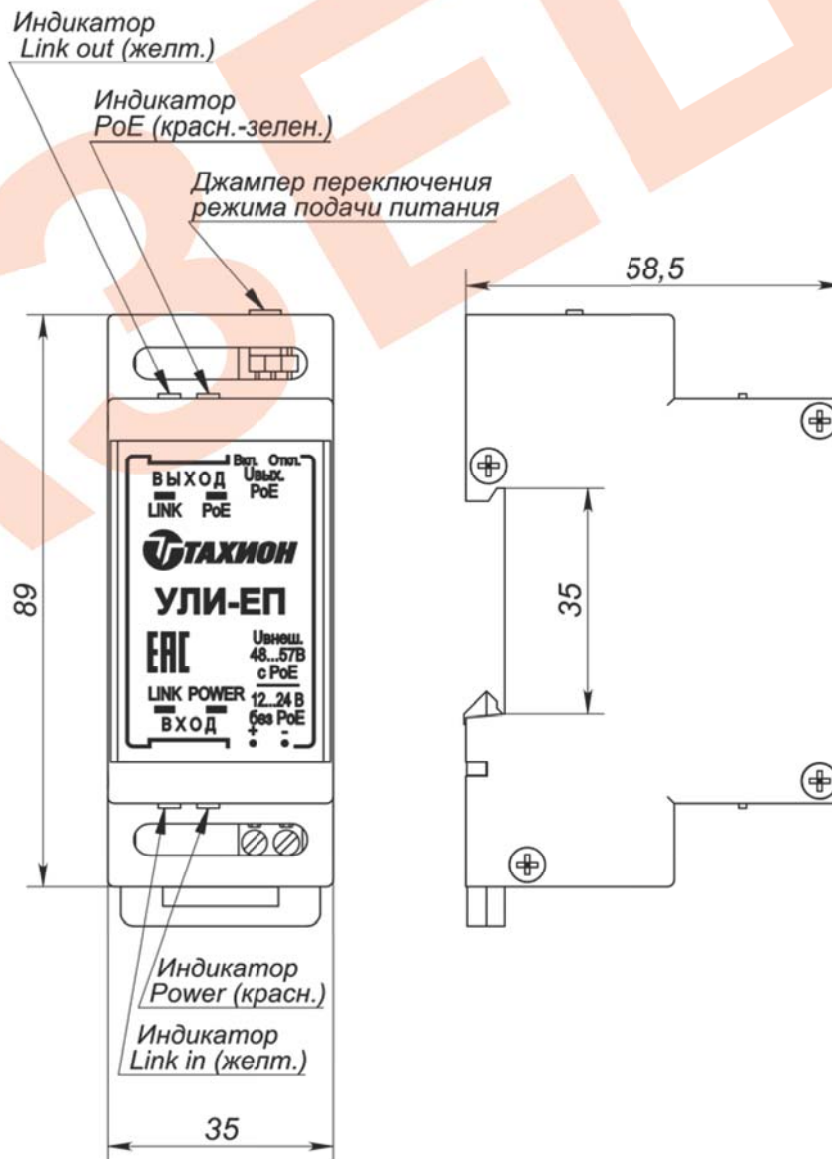

Рис.2 Внешний вид и габаритные размеры.
- 48...57 В. для работы в режиме PoE и удлинителя (джампер в положении «Вкл»).Установите джампер (см.рис. 2) в соответствующее положение.
3. На нижней поверхности изделия со стороны "ВХОД" установлены индикаторы: (см. рис.2):
4. На верхней поверхности изделия со стороны "ВЫХОД" установлены индикаторы: (см. рис.2):
6. Габаритные и установочные размеры приведены на рис.2.